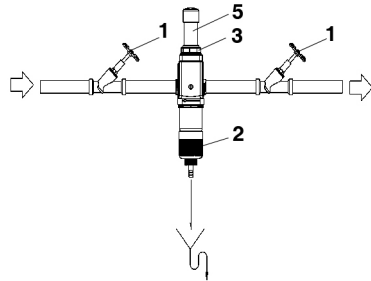

Figure 22. Remplacement cartouche IV
- Visser l'écrou-raccord (3) dans le sens horaire et serrer solidement à la main (env. 1 Nm) (cf. Figure 22).
- Refermer le volant manuel (2) en le tournant dans le sens horaire.
- Ouvrir de nouveau les vannes d'arrêt (1).